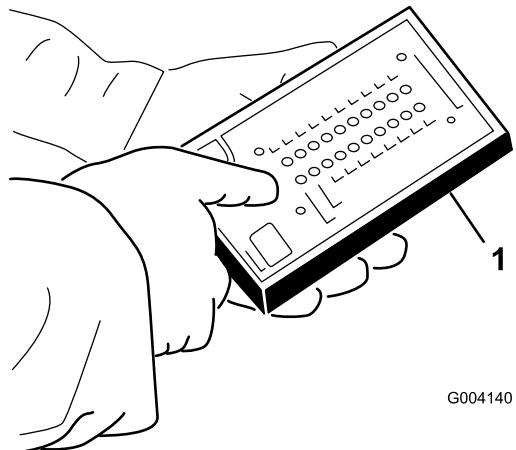

Figure 21
4. Branchez le connecteur de l'outil de diagnostic ACE au connecteur de diagnostic (Figure 21).